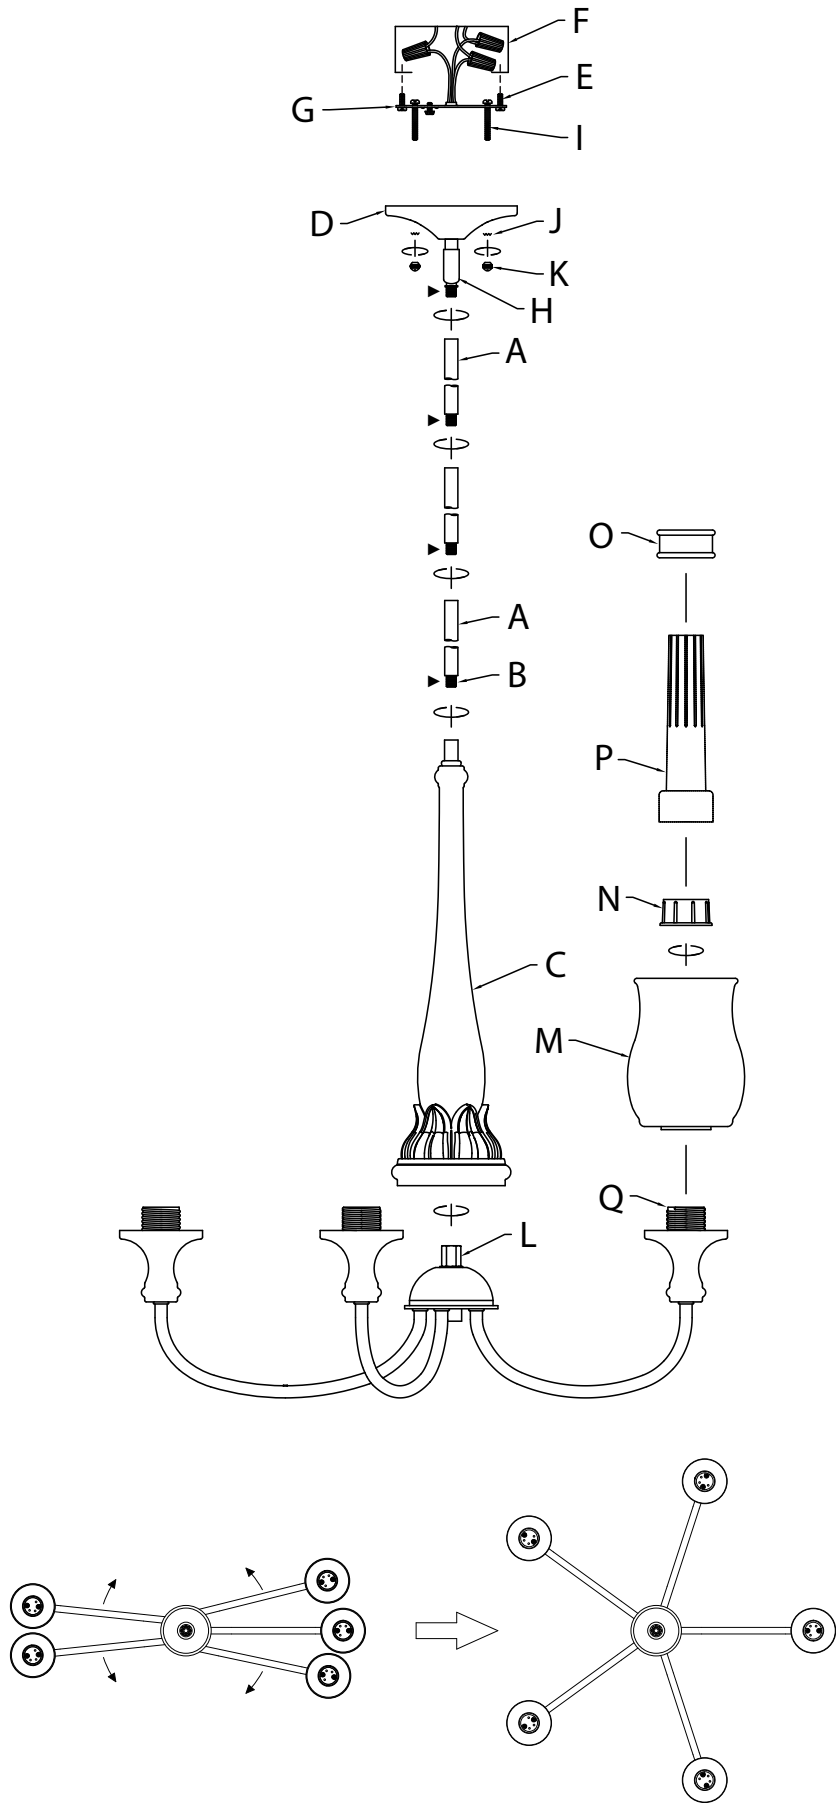

Fig. 1
1. Gire los brazos hasta ponerlos en posición como se indica (Fig. 1).